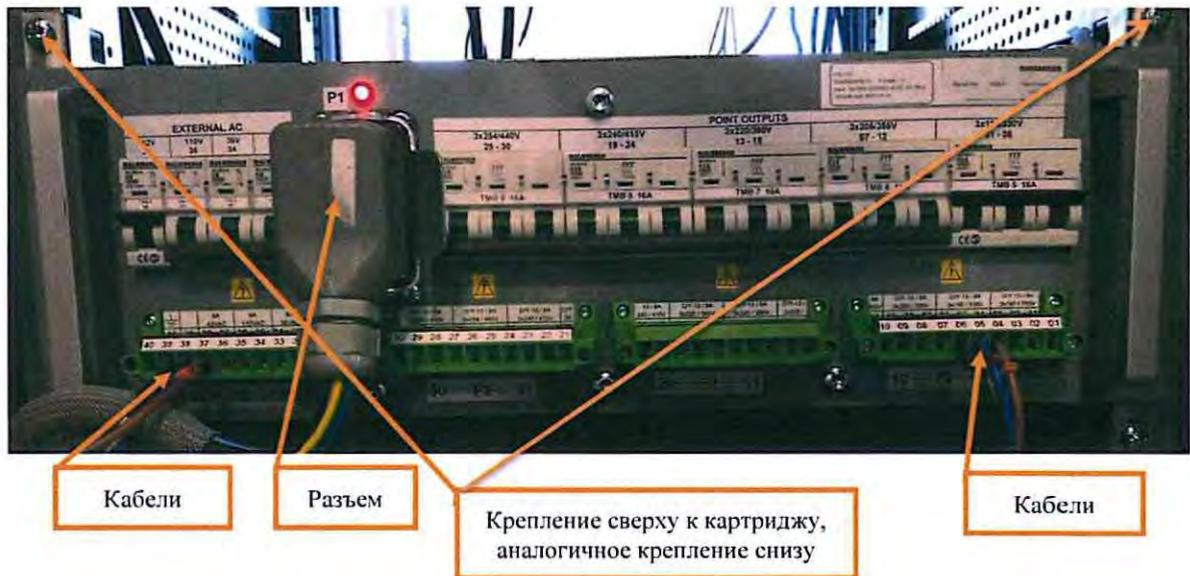

Рисунок 7. Отключение разъема и кабелей.
7.2.5 Отсоединить от источника питания разъем с кабелем «P1» при помощи замка-защелки и отсоединить все подключенные к источнику питания кабели из посадочных мест, руководствуясь рабочей документацией (Рисунок 7).
7.2.6 Отвернуть винты крепления источника питания к картриджу с помощью отвертки «звездочка» и извлечь заменяемый источник питания (Рисунок 7).